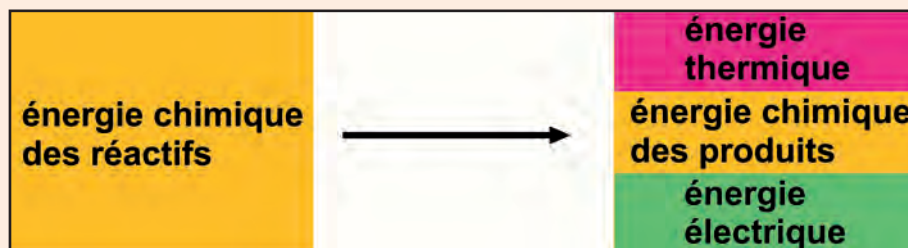

fig. f63.5
- Ce bilan est résumé sur la figure f63.5